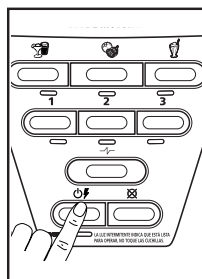

Fig. 19
1. Presione el botón de encendido/apagado  (Fig. 19) para encender el artefacto. Todas las luces parpadearán por un momento y la luz de encendido continuará parpadeando, lo que significa que el artefacto está activado y listo para usar.
7. Presione el botón de encendido/apagado  (Fig. 19) para apagar el artefacto.